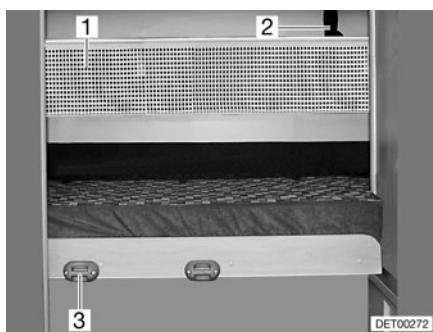

Fig. 99 Filet de sécurité
- Accrocher l'échelle de montée par les longerons sur le bandeau (Fig. 99,3) installé sur le cache.
Le filet de sécurité (Fig. 99,1) de série est rangé entre le matelas et le sommier à lattes. Ne tendre le filet de sécurité qu'une fois que la personne se trouve dans le lit.
- Faire s'enclencher les sangles de retenue (Fig. 99,2) dans les œillets du plafond.